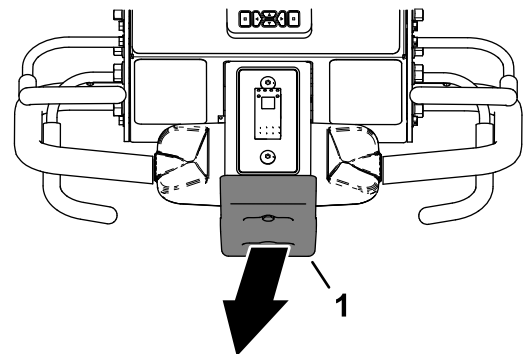

Figure 92
2. Éloignez-vous du contacteur de butée (Figure 92).